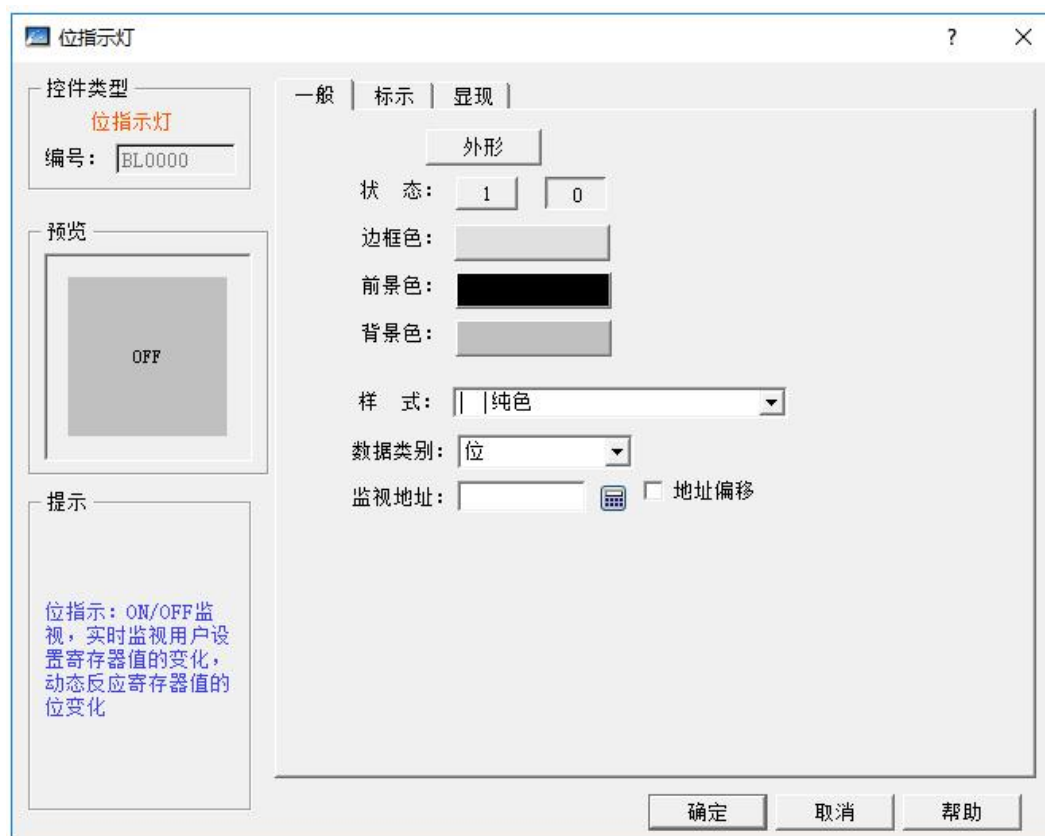

图 4-79 位指示灯对话框
1. 选择工具栏上的位指示灯按钮  图标：即可弹出如图 4-79 所示的对话框：